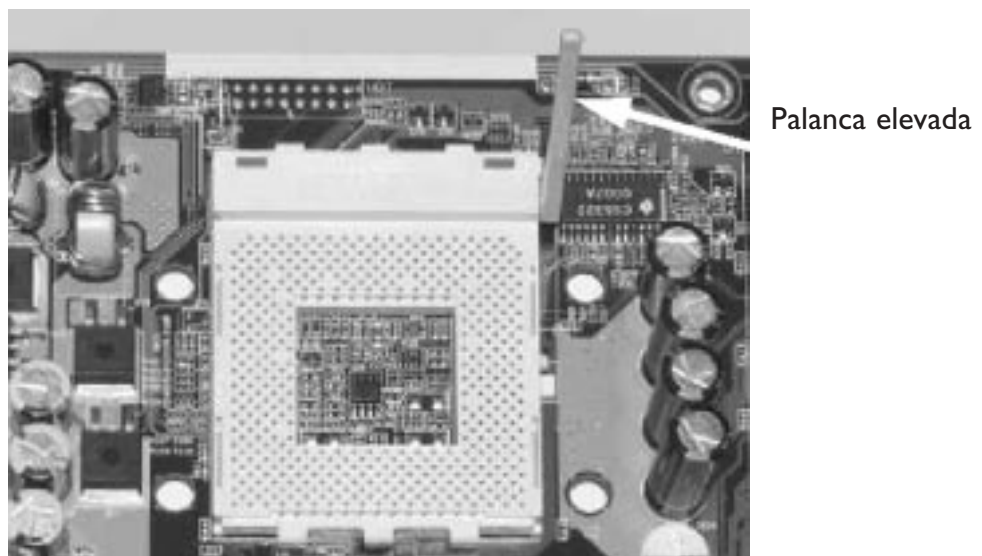

Figura 2. Socket del procesador con la palanca hacia arriba.
2. En la figura 2 se muestra la palanca de escape totalmente levantada, algo imprescindible para poder instalar el procesador.